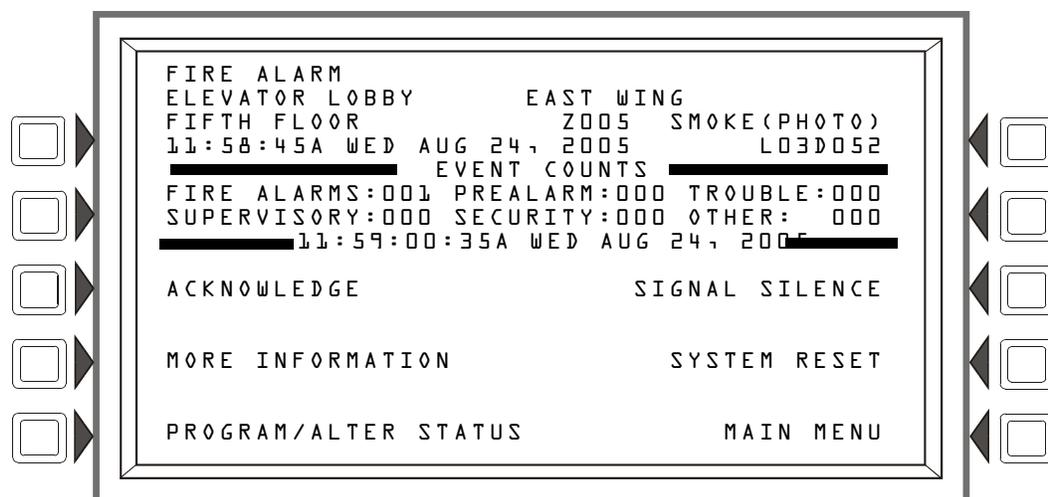

Figura 2.2 Exemplo de exibição de uma mensagem de alarme de incêndio
- Exibe FIRE ALARM no canto superior esquerdo do visor, um Código de tipo que indica o tipo de dispositivo que ativou o alarme de incêndio e outras informações específicas do dispositivo. A mensagem ocupa as quatro linhas superiores da tela, substituindo a mensagem System Normal, conforme mostrado na Figura 2.2 a seguir. Consulte “Formato de eventos pontuais” na página 13 para obter uma descrição completa de cada campo da mensagem.